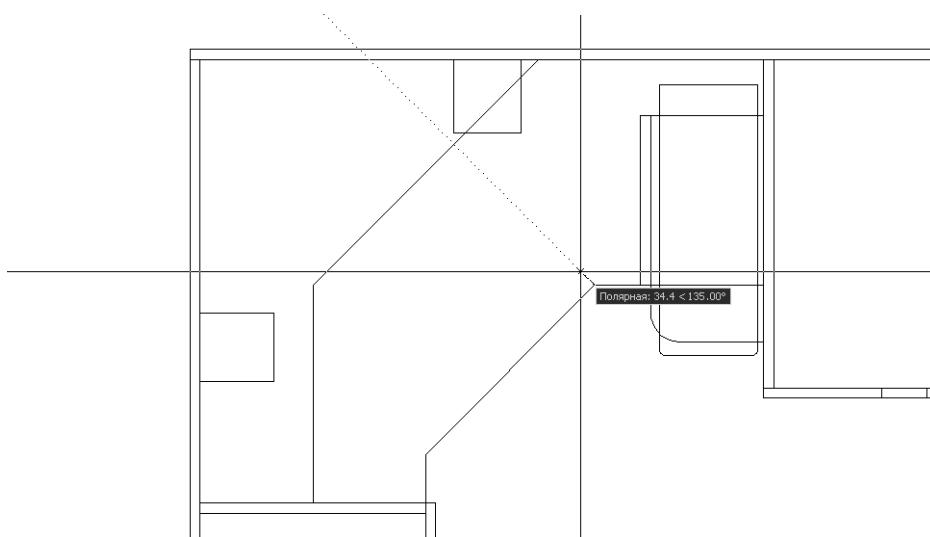

Рис. 5.12 ▼ AutoCAD в режиме **ОТС-ПОЛЯР** (POLAR)
- Переместите указатель-перекрестье от первой точки влево и вверх примерно под углом 45°. Если вы правильно зададите направление, AutoCAD распознает его, о чём можно будет судить по появлению пунктирной линии и всплывающей подсказке режима **ОТС-ПОЛЯР** (POLAR), как показано на рис. 5.12.
- Получив изображение, представленное на рис. 5.12, введите в командном окне значение **28** ($30 - 2 = 28$ мм).